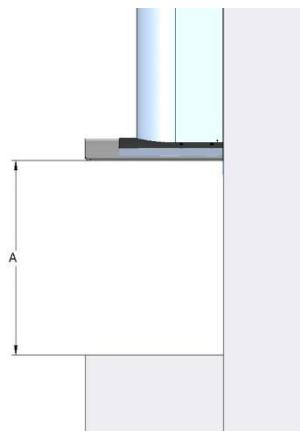

Рис. 2
2. Приложите корпус вытяжки к стене, сохраняя минимальное расстояние A (65 см для электрических и 75 см для газовых плит) между нижним краем вытяжки и поверхностью для приготовления пищи на плите (рис. 2).